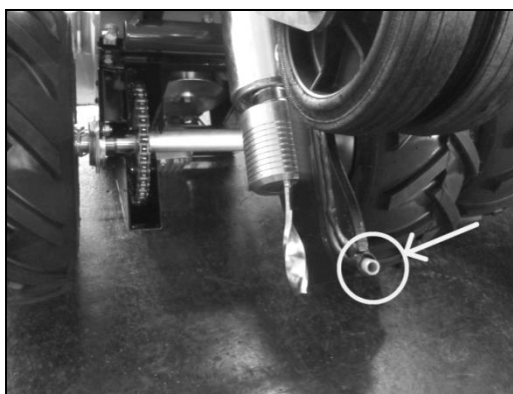

Fig. 2
- Kontrollér fuldstændigheden af udgangshullet på afgrænsningskablet fra kabelguiden (fremføring) (fig. 2). Kontrollér især fuldstændigheden af det fleksible rør inden i kabelguiden. I tilfælde af eventuelle skader skal den udskiftes. Kontrollér også, at der ikke er rifter langs hullets omkreds på kabelguiden, og at den ikke har skarpe eller takkede kanter. Hvis den er beskadiget, skal du udskifte kabelguiden.